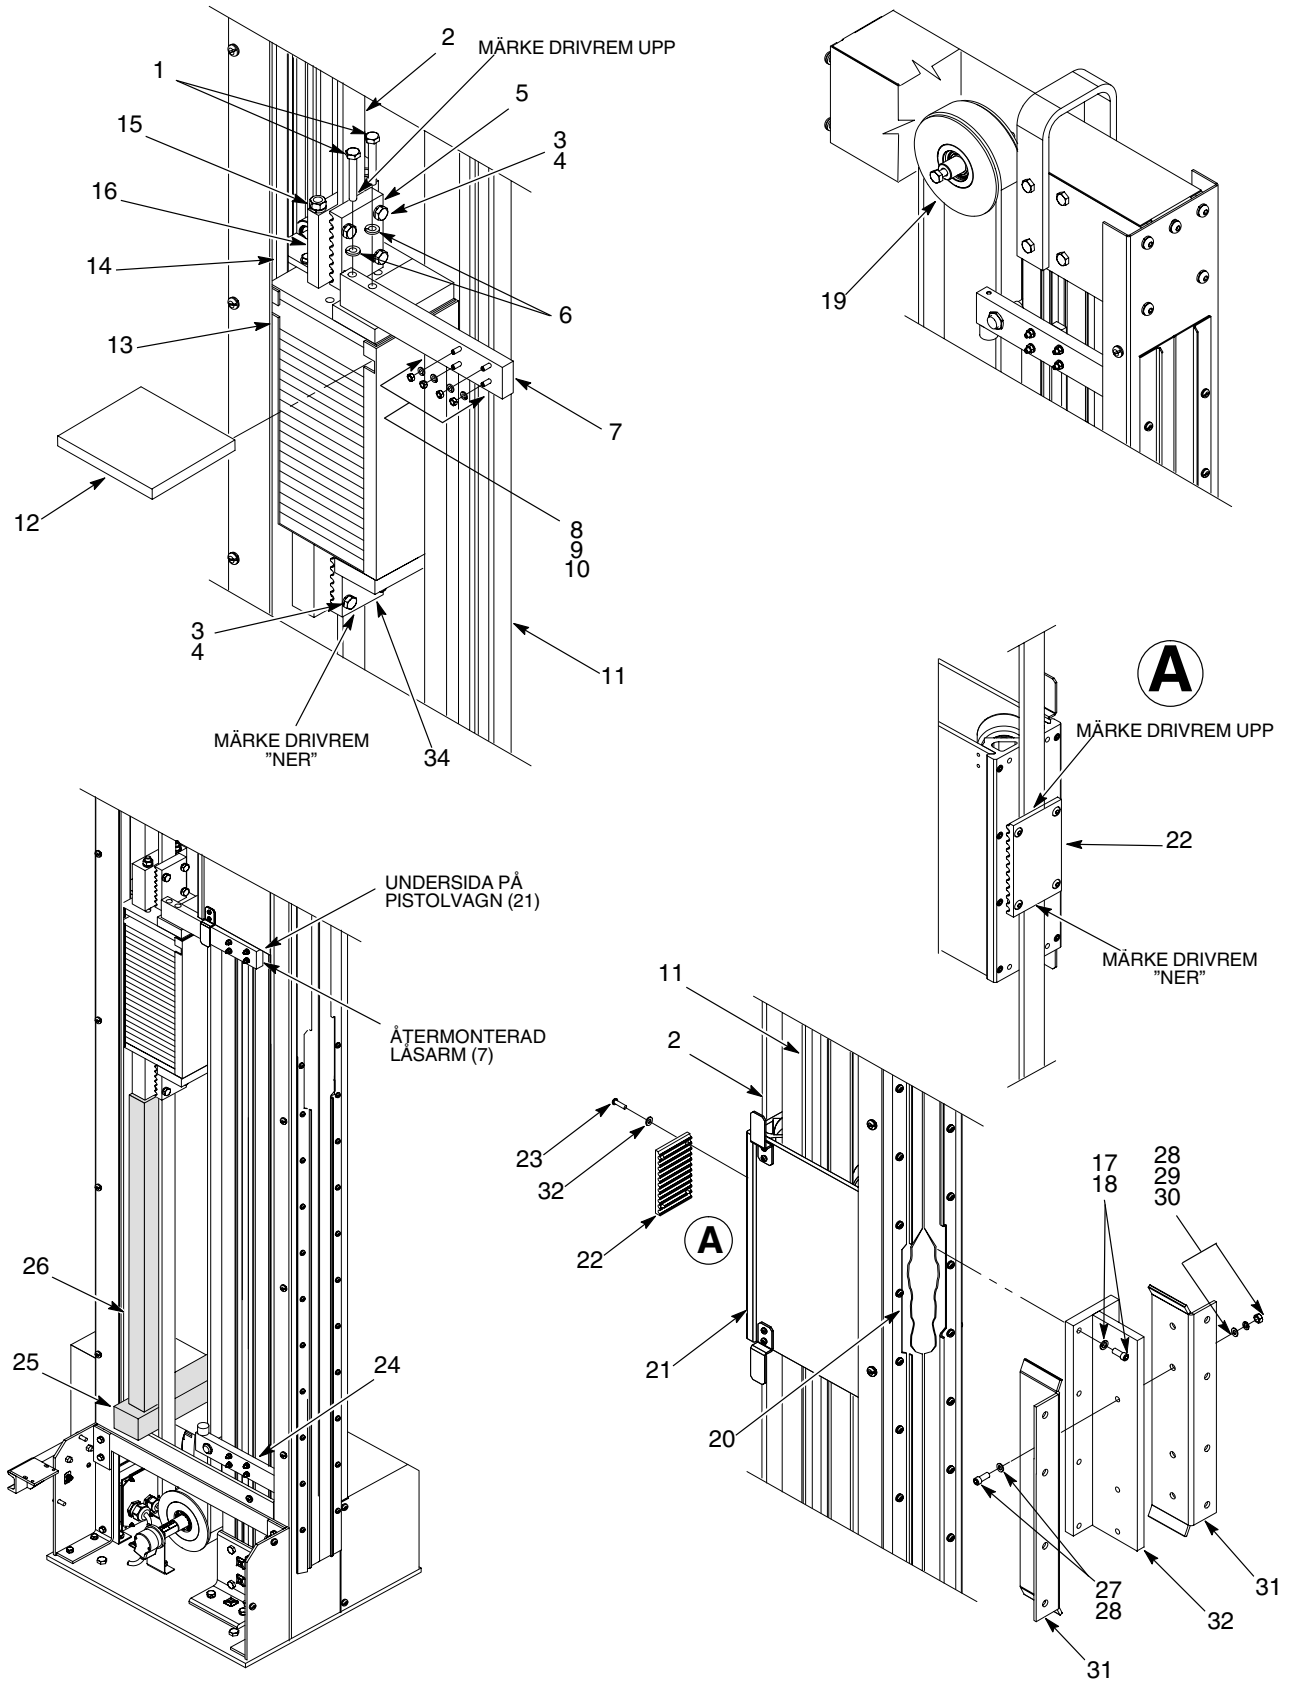

Bild 14 Montage av pistolvagnsfäste
- a. Flytta med handkraft pistolvagnen (14) tills att undersidan ligger något ovanför motviktskorgen (7).
- b. Sätt i T-bultarna (12) genom låsarmens (9) baksida. Fäst låsarmen på motviktskorgen (7) med hjälp av låsbrickorna (15) och skruvarna (16). Drag åt skruvarna ordentligt.
- c. Flytta för hand pistolvagnen (14) nedåt, tills att den ligger an mot låsarmens (9) ovansida.
- d. Sätt i T-bultarna (12) i pistolvagnens spår (13). Sätt på låsbrickorna (11) och muttrarna (10) på T-bultarna. Drag åt muttrarna ordentligt.
- e. Markera pistolvagnens läge (21) på pistolvagnsspåret (11).
- f. Markera motviktskorgens (13) läge på motviktskorgens spår.
4. Tag av pistolerna och pistolfästena från montageplattan för pistoler (18)
5. Anteckna antalet motvikter (8) och tag av dem från motviktskorgen (7).
6. Se bild 14. Efter att alla pistoler, pistolfästen och motvikter har demonterats, genomför följande:
- a. Lossa låsarmens (7) muttrar (9) tills att T-bultarna (8) kan vridas 90 grader och dras ut ur slitsarna i vagnens styrskena (11). Tag av skruvarna (1) och låsbrickorna (6) som fäster motviktsvagnens låsarm (7) till motviktskorgens (13) ovansida. Tag bort låsarmen (7).
- b. Flytta manuellt pistolvagnen (21) med hjälp av urtaget (20) i den fällbara hållaren.
7. Tag av låsbultarna (27), låsbrickorna (29), brickorna (28), och muttrarna (30) som fäster montageplattorna för pistol (31) till montageblocket (32).
8. Tag av skruvarna (17) och brickorna (18) som fäster montageblocket (32) på pistolvagnens (21) framsida.